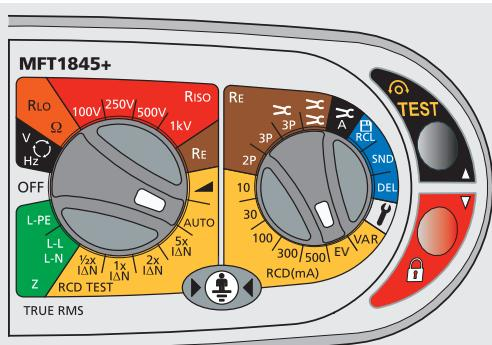

Bild 8: Schaltereinstellungen
- Wählen Sie den automatischen Ablauf („auto“) auf dem linken Bereichsschalter (sehen Sie Bild 8).